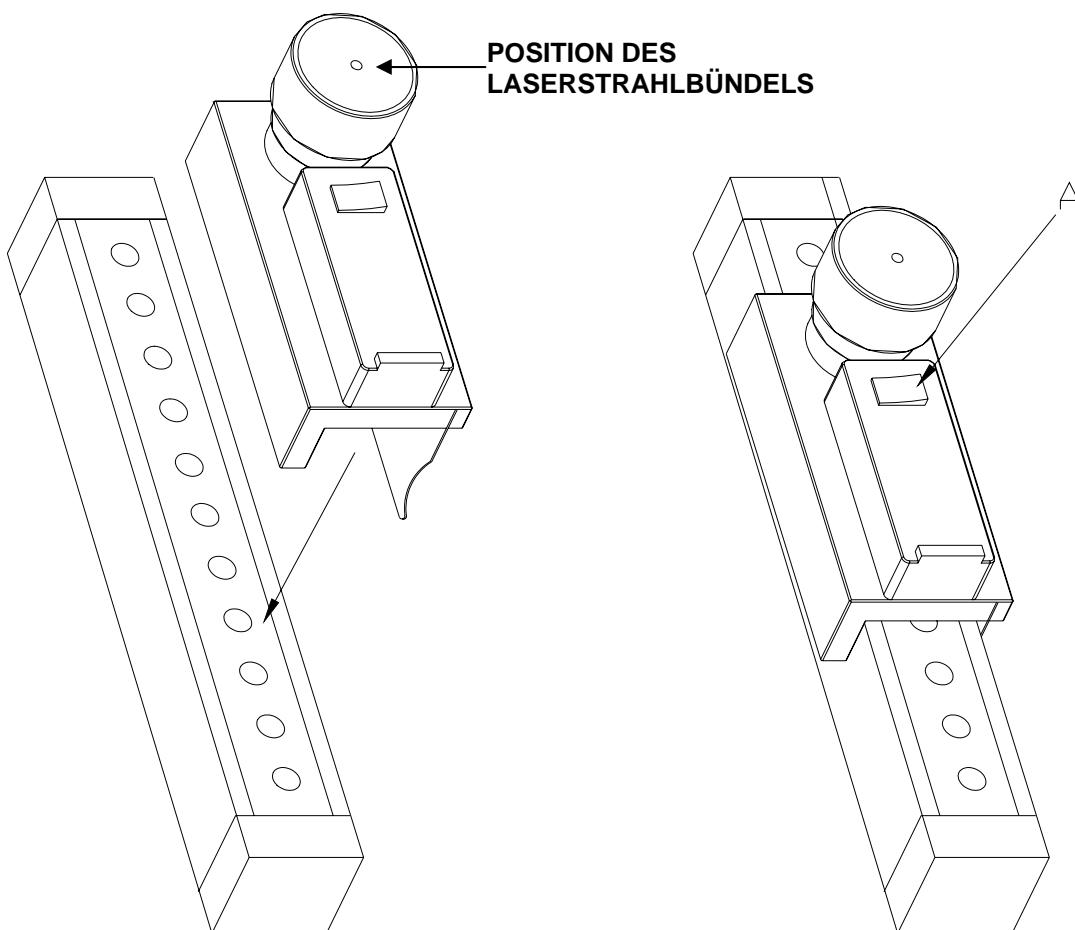

Abb. 1
- Das LAD2 entlang der Vertikalachse von der Seite des optischen Fensters her am Sender befestigen (**sh. Abb. 1**). Von der korrekten Verbindung zwischen dem Gerät und den Lichtschranken hängt das Ergebnis der Ausrichtung ab.
- Das Gerät über den ON/OFF-Schalter einschalten (**Abb. 1, Detail A**).